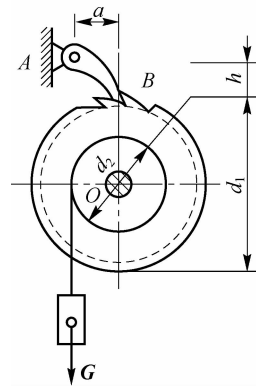

图 1-20
19. 如图 1-20 所示, 提升绞车具有棘轮插爪构成的止逆装置, 已知提升重量 $G = 500$ N, 尺寸 $d_1 = 42$ cm, $d_2 = 24$ cm, $a = 12$ cm, $h = 5$ cm, 求插爪及轴承所受的力。